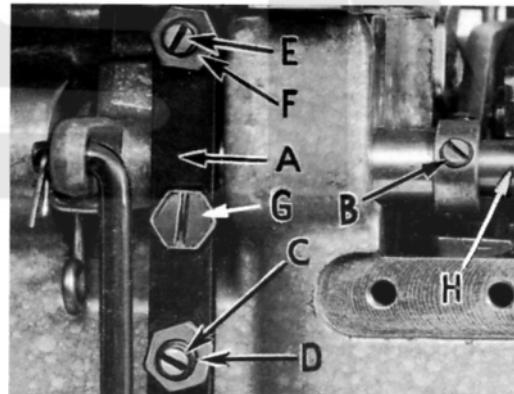

FIG. 11
Assemble the presser foot to presser arm. With needle in high position, swing presser arm into sewing position and set the presser foot to align needle holes (front and back) and flat on the throat plate. The front edge of needle hole in presser foot must be aligned with front edge of needle hole in throat plate. It is also important that the bottom of the presser foot be flat on the throat plate. If necessary, presser foot can be realigned with throat plate slots by shifting the foot lifter lever shaft (H, Fig. 11). To move the shaft, loosen collar screws (B, Fig. 11) and clamp screw (G) and then shift the foot lifter lever shaft to the left or right as required. Retighten collar screws and clamp screw.
The foot lifter lever arm (A, Fig. 11) and the collar (B) secure the shaft. Be sure the presser arm does not bind and rise when presser foot release bushing is unlocked.
Monte el pie prensatela en el brazo del pie. Con la aguja en su posición de arriba, ponga el brazo del pie en la posición de costura y ajuste el pie prensatela de manera que coincidan los huecos para la aguja y el pie repose plano en la plancha de la aguja. El borde delantero en el hueco para la aguja en el pie prensatela debería coincidir con el borde delantero del hueco para la aguja en la plancha de la aguja. También es importante para que la parte inferior del pie prensatela este nivelado con la plancha de la aguja. Si hace falta se puede ajustar el pie prensatela a los huecos de la aguja en la plancha de la aguja moviendo el eje del levantador de prensatela (H, Fig. 11). Para mover el eje suelte los tornillos (B, Fig. 11) en el anillo y el tornillo de sujeción (G) y mueva el eje hacia la izquierda o hacia la derecha. Apriete los tornillos en el anillo y el tornillo de sujeción otra vez.
El brazo para levantar el pie prensatela (A, Fig. 11) y el anillo de ajuste (B) aseguran la posición del eje lateralmente. Asegúrese que el brazo no este trabado y se levante cuando se suelte el manguito de la presión de pie prensatela.